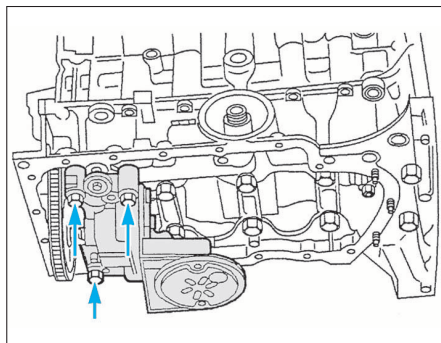

FIG. 28
- Déposer les vis de fixation de la pompe à huile (Fig.28).